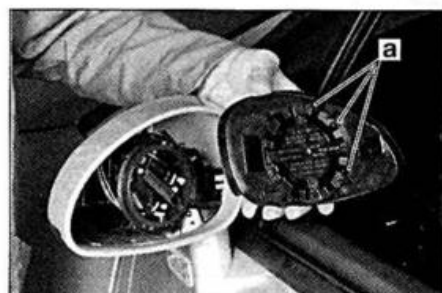

FIG. 63
- Con un destornillador plano largo y delgado desengrapar en (a) (fig. 63).